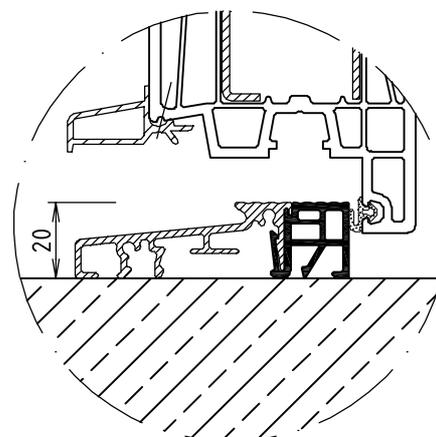

Abb. 3 Barrierefreie thermisch getrennte Aluschwelle aus der TROCAL InnoNova_70 Serie
- **6.5** An Wohnungseingangstüren und an Türen, die ins Freie führen, sind Schwellen oder Niveauunterschiede bis zu 2,5 cm zulässig. Die Norm 18025 "barrierefreie Wohnungen" schränkt die max. Schwellenhöhe sogar auf 2 cm ein (siehe Abbildung 3).